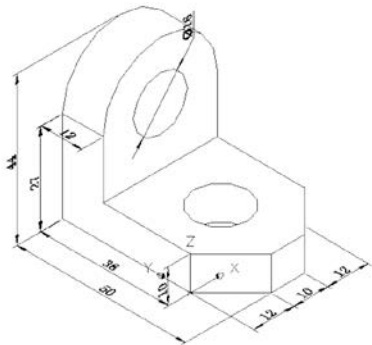

图 11.112 线性标注
(17) 使用同样的方法标注出 XY 平面内其他的线性标注, 如图 11.112 所示。